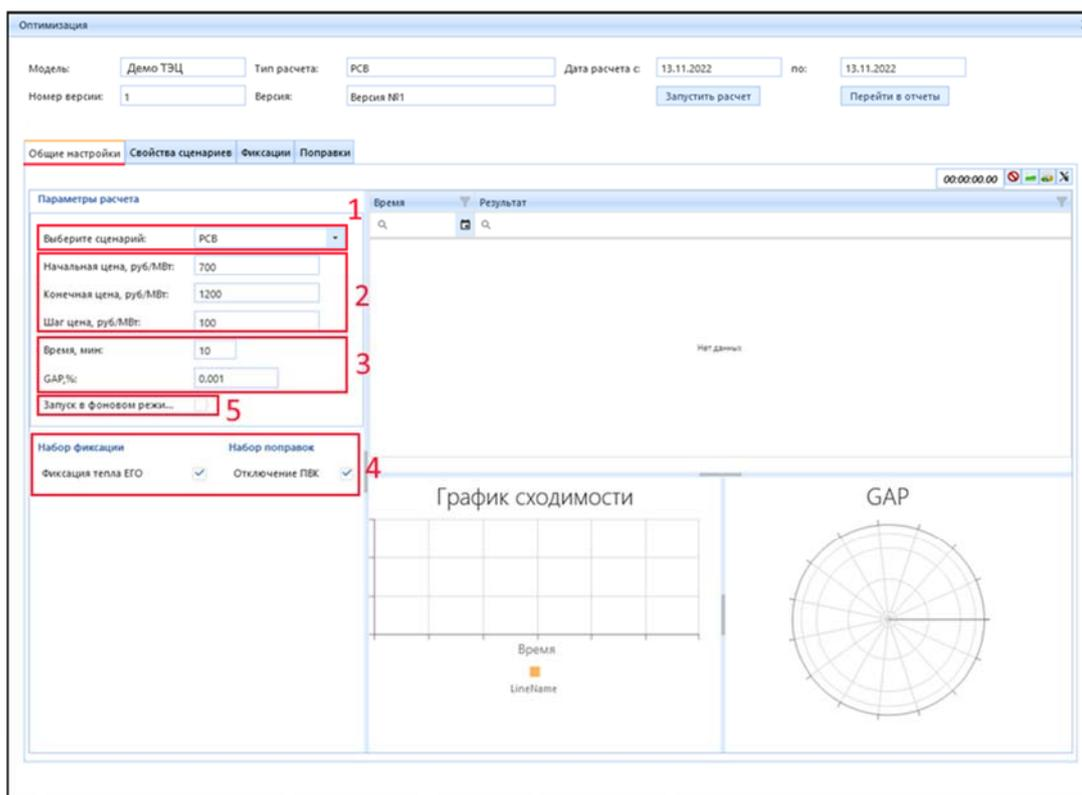

Рисунок 3.2.28 – Окно «Оптимизация» вкладка «Общие настройки»
После успешного заполнения «Формы ввода» необходимо нажать ЛКМ кнопку «Выполнить расчет» (8), после чего откроется окно «Оптимизация» (рис. 3.2.28).